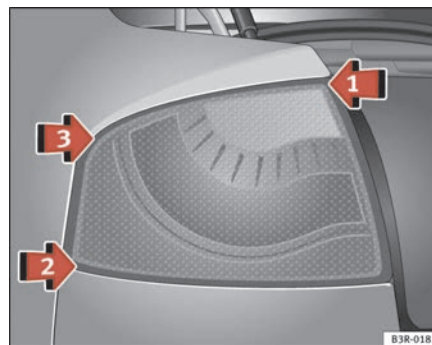
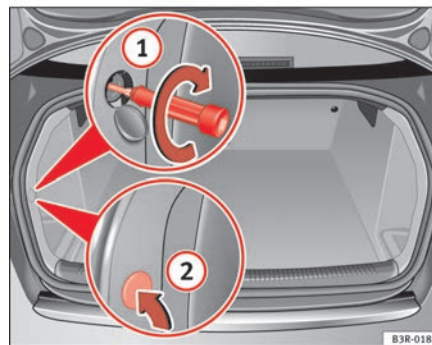

Abb. 212 Heckleuchte einbauen
Abb. 213 Gepäckraum: Lage der Befestigungsschraube für Heckleuchte ►
- Setzen Sie Heckleuchte zuerst bei ⇒ Seite 274, Abb. 212 Pfeil ① an den Heckleuchenträger.
- Drücken Sie die Heckleuchte in der Reihenfolge ② und ③ leicht an den Heckleuchenträger, bis die Clips fest in den Gummilagern sitzen.
- Drücken Sie leicht auf die Oberseite der Heckleuchte und befestigen Sie diese mit der Schraube vom Gepäckraum aus ⇒ Seite 274, Abb. 213 ①.
- Rasten Sie die Abdeckung ② der Innenverkleidung wieder ein.